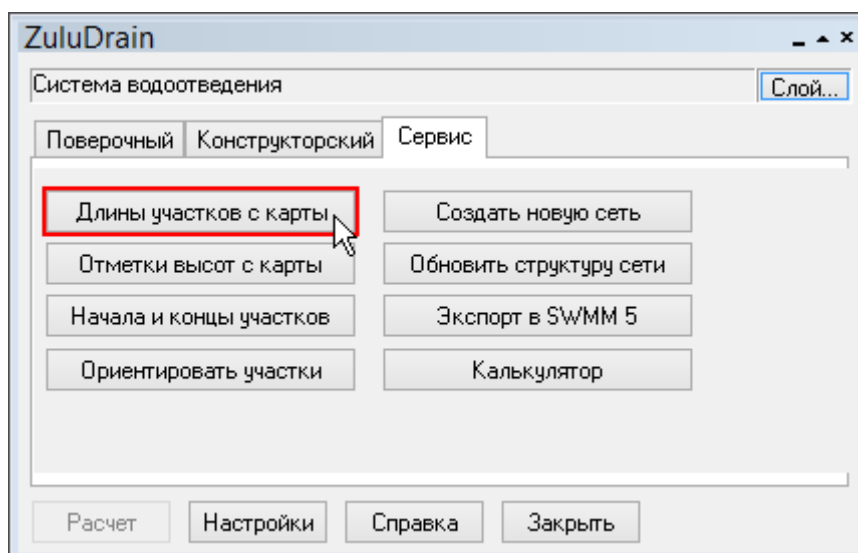

Рисунок 83. Считывание длины с карты
3. Перейдите на вкладку *Сервис*. (см. Рисунок 83, «Считывание длины с карты»).